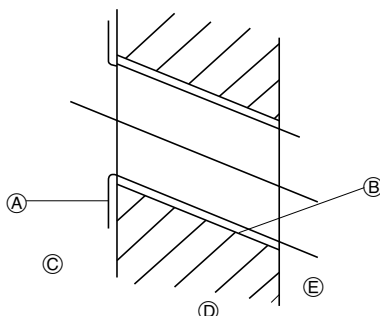

Fig. 3-3
- (A) Ligne centrale de l'appareil intérieur
- (B) Zone d'écoulement par la gauche
- (C) Zone d'écoulement par la droite
- (D) Orifice pour vis de fixation
- (E) Orifice pour boulon
- (F) Orifice pour vis de fixation
- (G) Contour de l'appareil
- (H) Orifice à dégager pour le tuyau arrière gauche
- (I) Orifice d'accès du tuyau arrière (90-100 mm, 3-9/16 à 4 inch de diamètre)
2) Forage de l'orifice des tuyaux (Fig. 3-3)